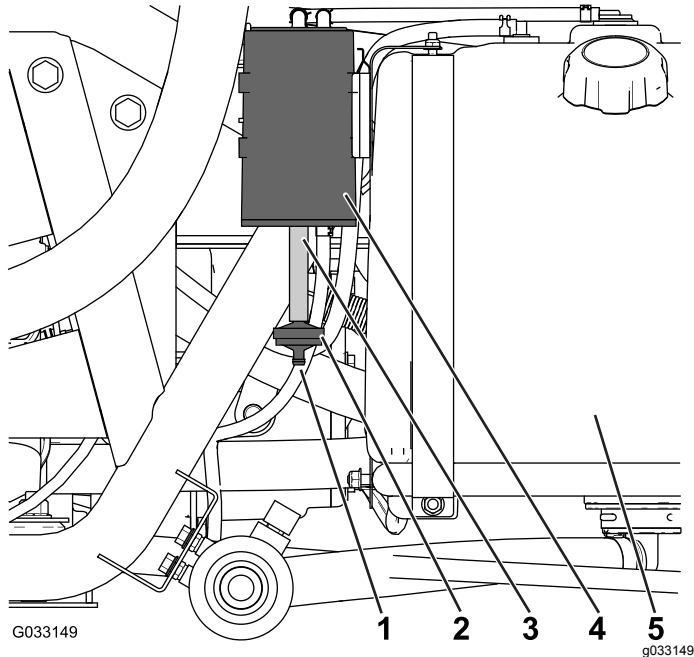

Figura 42
Compruebe el orificio de la parte inferior del filtro de aire del cartucho de carbono, y asegúrese de que está limpio y libre de residuos y obstrucciones (Figura 42).
1. Desconecte el acoplamiento dentado del filtro del cartucho de carbono de la manguera de la parte inferior del cartucho de carbono, y retire el filtro (Figura 42).